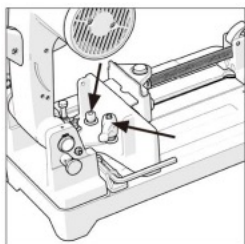

Fig. 8
- Løsn M10 topskruer og håndtagets låseskruer (fig. 8)